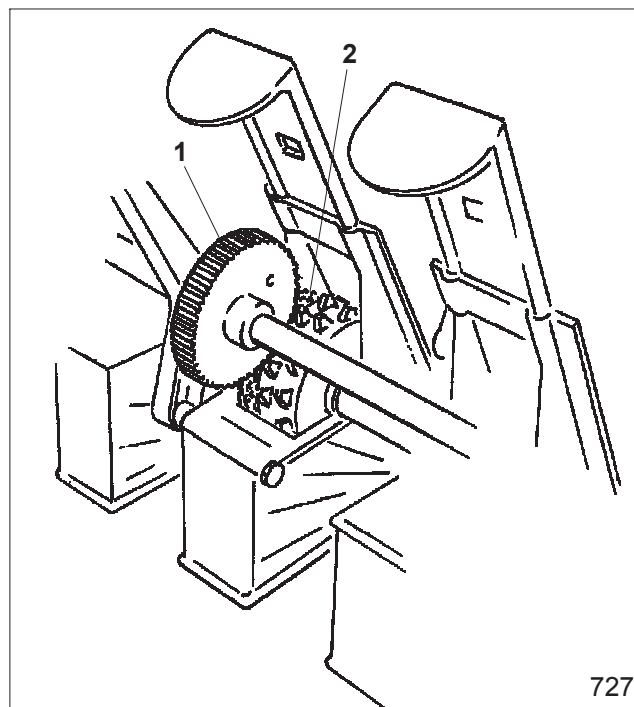

Рис. 18.30
- введите в зацепление зубья ведущей шестерни (рис. 18.30/1) и мелкосемянных высевных катушек технологической колеи (рис. 18.30/2); закрепите ведущую шестерню на промежуточном валу;